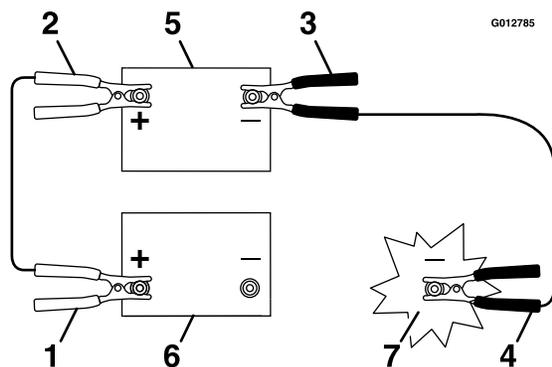

Figure 15
3. Connectez le câble positif (+) à la borne positive (+) de la batterie à plat qui est reliée au démarreur ou au solénoïde, comme montré à la Figure 15.